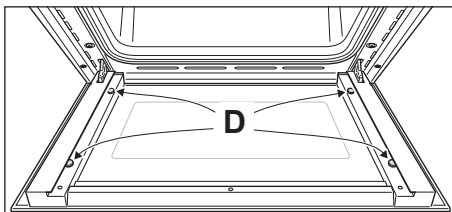

Fig. 6.24
- Verificare che i 4 distanziatori "D" siano nella loro posizione (fig. 6.24).